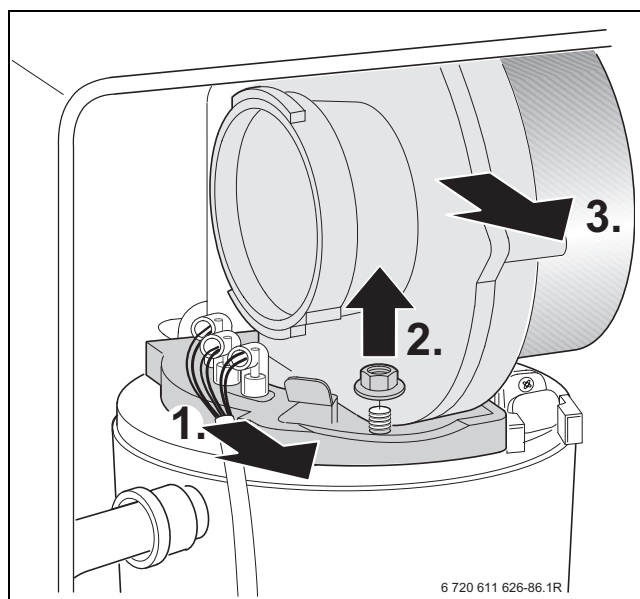

Fig. 50
- ▶ Scoateți cablul electrodului de aprindere și de monitorizare, → fig. 50.